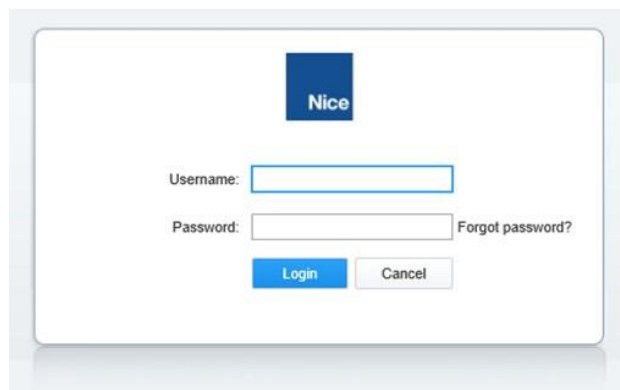

Рис. 2-3 Вход в веб-интерфейс
- 7. Выберите устройства, которые необходимо инициализировать, а затем нажмите кнопку «Инициализировать». Отобразится интерфейс установки пароля. См. рис. 2-3.